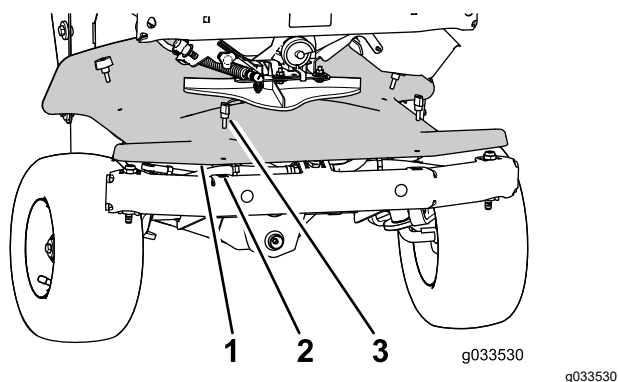

Figure 27
3. Retirez les 4 vis à oreilles qui fixent le couvercle avant (sous la turbine) au châssis et déposez le couvercle (Figure 27).